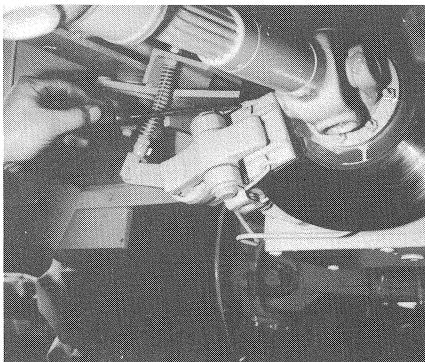

Bild 54
- (1) Feststellbremse lösen.
- (2) Mit Montiereisen Haltefedern aus dem Bremsklötzte herausheben (Bild 54/Pfeil).
(1) Release parking brake.
(2) Remove the locking springs from the brake pad by means of mounting spoon (Fig. 54/arrow).
(1) Resserrer le frein d'arrêt.
(2) Enlever les goupilles d'arrêt de la plaquettes de frein à l'aide d'un démonte-pneu (fig. 54/flèche).